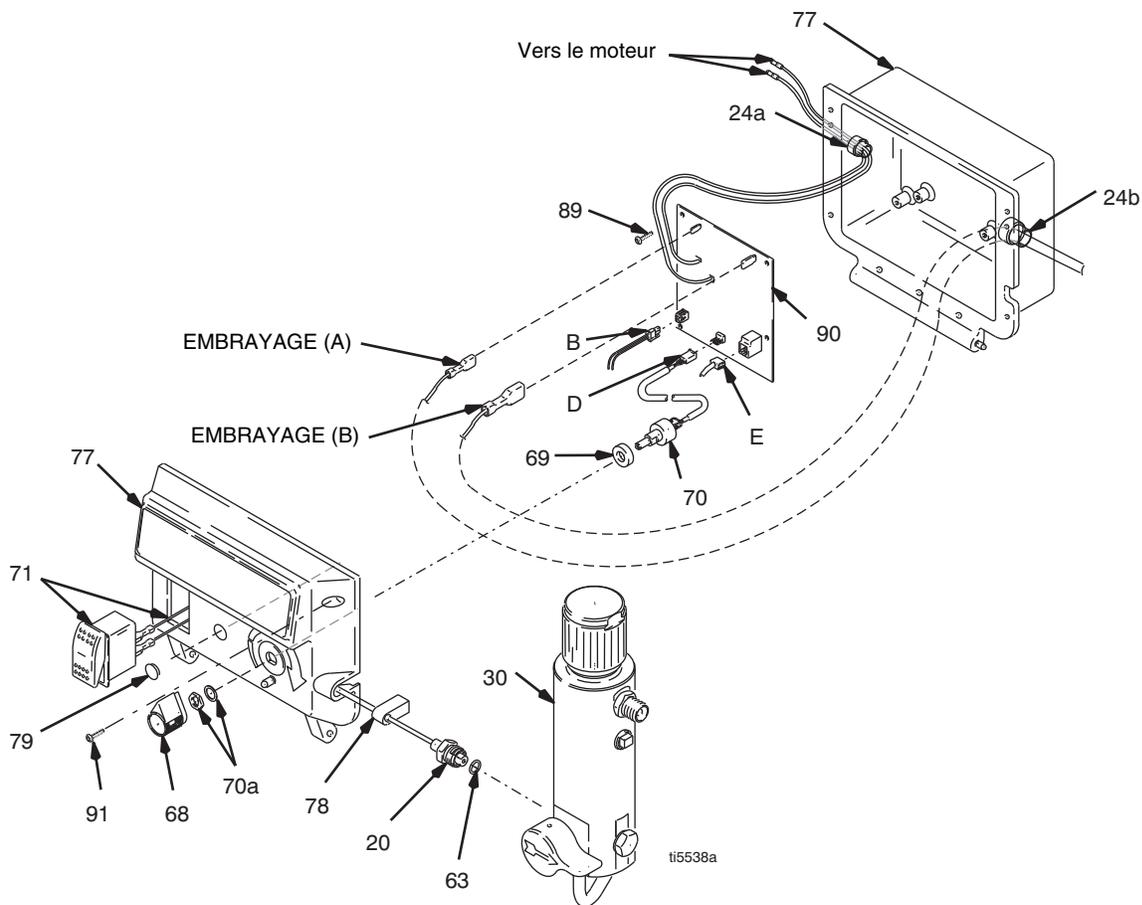

FIG. 13
2. FIG. 13. Retirer les deux vis (91) et rabattre le boîtier (77) vers le bas.
3. Débrancher le connecteur du bouton MARCHE/ARRÊT (B) de la carte PC.
4. Appuyer sur les deux ergots de chaque côté du bouton MARCHE/ARRÊT (71) et extraire le bouton du boîtier.
5. Débranchement sur la platine de commande (90):
- Fil (D) du potentiomètre
- Fil (E) du capteur
- Fil (B) du bouton MARCHE/ARRÊT
6. Retirer les quatre vis (89) et la carte de commande (90).
1. FIG. 13. Fixer la carte de commande du moteur (90) avec quatre vis (89).
2. Brancher sur la carte de commande (90):
5. Remplacer le boîtier (77) et le fixer à l'aide des deux vis (91).
3. Débrancher le fil (E) de la platine de commande (90).
4. Tirer le connecteur du capteur en le faisant passer à travers le passe-fil en caoutchouc (78).
5. Enlever le capteur de pression (20) et le joint torique (63) du corps du filtre (30).
1. FIG. 13. Placer le joint torique (63) et le capteur de pression (20) sur le corps du filtre (30). Serrer à 35 - 45 N.m.
3. Brancher le fil (E) sur la platine de commande (90).
4. Remplacer le boîtier (77) et le fixer à l'aide des deux vis (91).
2. Fig. 13. Retirer les deux vis (91) et ouvrir le boîtier (77).
3. Débrancher le fil (D) de la carte de commande (90).
4. Desserrer les vis de réglage sur le bouton du potentiomètre (68) et démonter le bouton, l'écrou d'arbre, la rondelle et le potentiomètre de réglage de pression (70).
5. Enlever le joint (69) du potentiomètre.
1. Remettre le joint (69) sur le potentiomètre (70).
2. FIG. 13. Monter le potentiomètre, l'écrou de l'arbre, la rondelle et le bouton du potentiomètre (68).
- a. Tourner l'arbre du potentiomètre dans le sens horaire vers la butée intérieure. Monter le bouton du potentiomètre (68) sur la broche du boîtier (77).
3. Brancher le fil (D) sur la platine de commande (90).